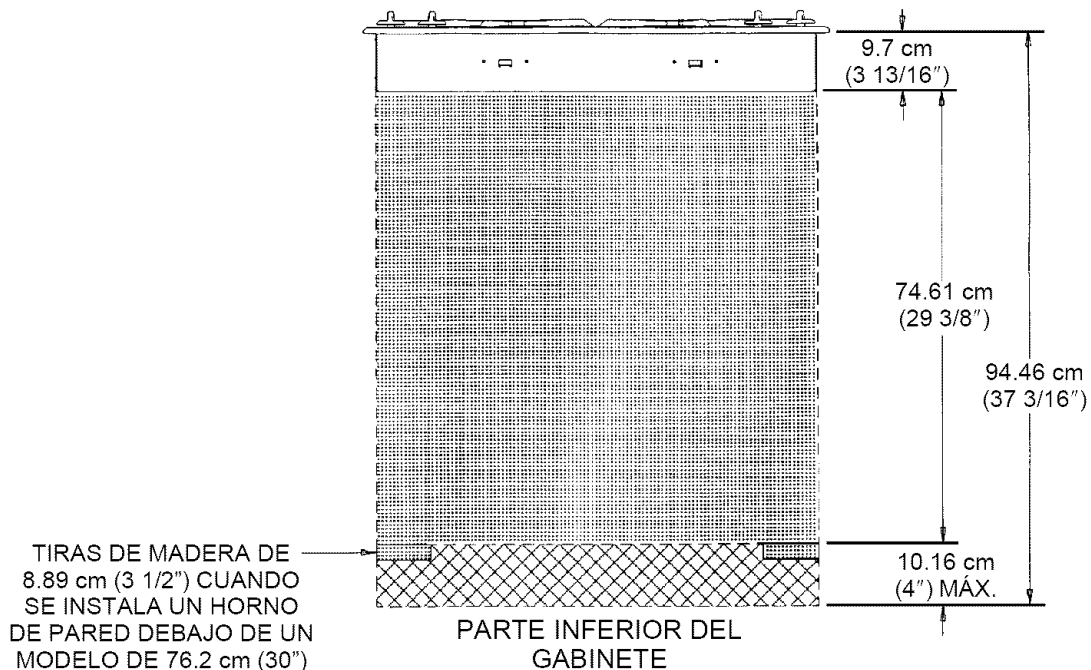

FIGURA 6
NOTA 1: Este electrodoméstico y sus fuentes de suministro eléctrico y de gas deben estar instalados antes de que se instale el horno de pared. Vea la ilustración (Información de cableado eléctrico —página 7, figura 6) para conocer las ubicaciones recomendadas del suministro eléctrico.
Este electrodoméstico está equipado con un cordón eléctrico de tipo de conexión a tierra. Debe proporcionarse un tomacorriente con conexión a tierra. Por comodidad, se recomienda que el tomacorriente esté ubicado (con referencia a la figura 6) como se muestra en A o B.
- Si no se instalará ningún otro electrodoméstico debajo de éste, dentro del área sombreada o cruzada que se muestra en la figura 6.
- dentro del área cruzada de la figura 6, o bien
Si se instalará un horno de pared debajo de este electrodoméstico y se montará el tomacorriente de las unidades del mostrador dentro del área cruzada de la figura 6: